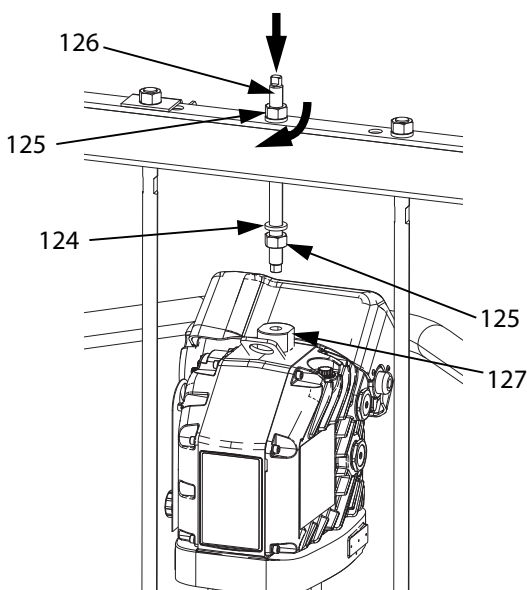

Рис. 30
- b. Установите резьбовой стержень (126) через центральное отверстие в поперечине. Установите стопорные шайбы (124) и гайки (125) на резьбовой стержень (126), внизу и наверху поперечины. С помощью гаечного ключа удерживайте переходник подъемного кольца (127) и закрутите резьбовой стержень (106) в переходник подъемного кольца (127) с помощью другого ключа. См. Рис. 30.
- c. Затяните гайку (125) под переключателем с максимальным усилием 34 Н·м (25 фут-фунтов).
- d. Затяните гайку (125) над переключателем для закрепления привода.